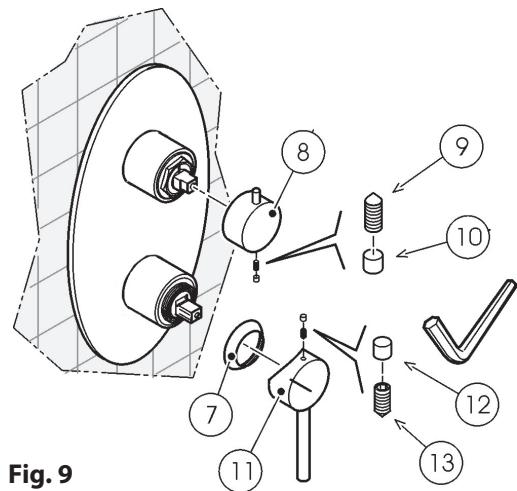

Fig. 9
- Montare la maniglia deviatore (8), avvitare il grano (9) e chiudere con il tappo (10). Avvitare il coprighiera (7) e inserire la maniglia erogatore/mixer (11) bloccare poi con il grano (13) e chiudere col tappo (12). (Fig. 9)
- Mount the diverter lever (8), screw in the grub screw (9) seal with cap (10). Screw in lock nut cap (7) and put in supply/mixer lever (11) fasten with grub screw (13) and seal with cap (12) (Fig. 9).
- Den Umstellgriff (8) montieren, die Absperrschaube (9) festziehen und den Abdeckstopfen (10) anbringen. Die Kappe anschrauben (7), den Bedienungshebel (11) einsetzen, die Absperrschaube (13) festziehen und den Abdeckstopfen (12) einsetzen. (Abb. 9)
- Monter la poignée de l'inverseur (8), visser la vis (9) et refermer avec la pastille (10). Visser la cloche (7) et insérer la manette du mitigeur (11), ensuite bloquer avec la vis (13) et refermer avec la pastille (12). (Fig. 9)
- Coloque la maneta distribuidora (8), atornille el tornillo prisionero (9) y cierre con el tapón (10). Enrosque el embellecedor (7) e introduzca la maneta de regulación caudal/temperatura (11); bloquee con el tornillo prisionero (13) y cierre con el tapón (12). (Fig.9)
- Установить ручку девиатора (8), закрутить винт (9) и зарыть его заглушкой (10). Установить накладку хомута (7) и приемно-выпускную ручку (11), зафиксировать винтом (13) и закрыть заглушкой (12). (Рис. 9)